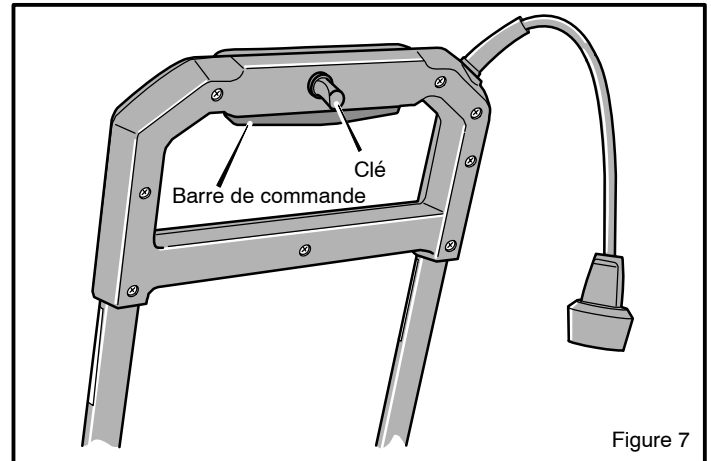

Figure 7
- Pour éviter toute mise en marche accidentelle, enlever la clé de la barre de commande, Figure 7.
Le chasse-neige se met en marche lorsque la barre de commande est serrée. Il s'arrête lorsque la barre de commande est relâchée. Figure 7.